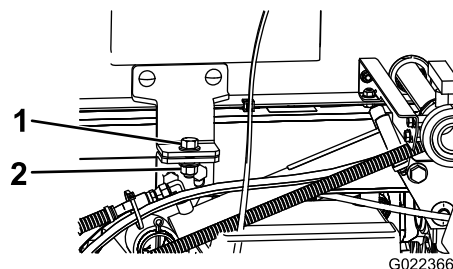

Figura 77
4. Retire os parafusos de segurança da parte frontal do patim (Figura 77).